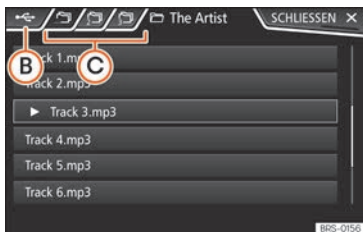

Abb. 208 Medien-Modus: Titelliste einer Medienquelle.
- Im Hauptmenü *MEDIEN* die Funktionsfläche (AUSWAHL) »»» **Abb. 205** antippen, um die Titelliste zu öffnen. Der aktuell gespielte Titel ist hervorgehoben »»» **Abb. 208**.